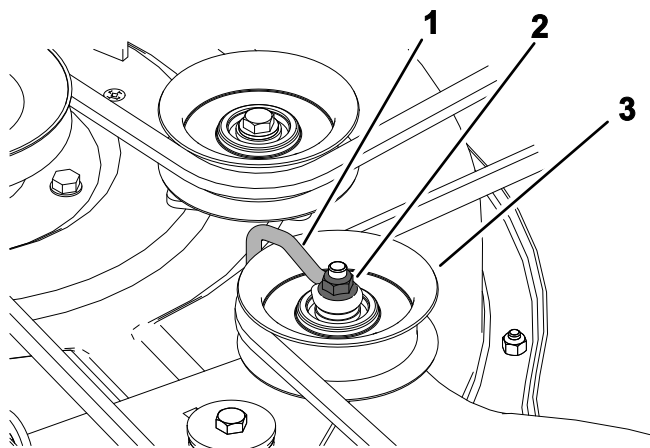

Figura 51
5. Para carcassas con 3 cuchillas, afloje la tuerca que sujeta el soporte de alambre a la polea tensora (Figura 51).
Nota: Coloque el soporte de alambre contra el brazo tensor, como se muestra en la Figura 51.